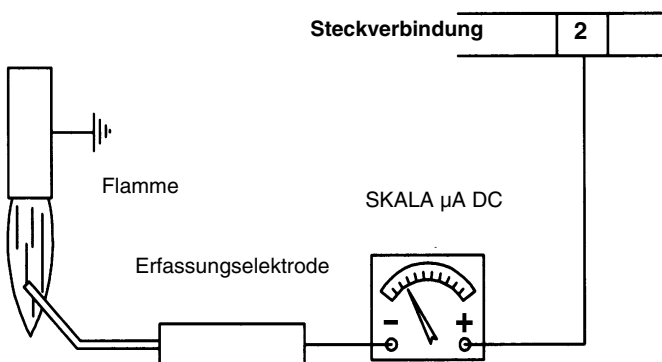
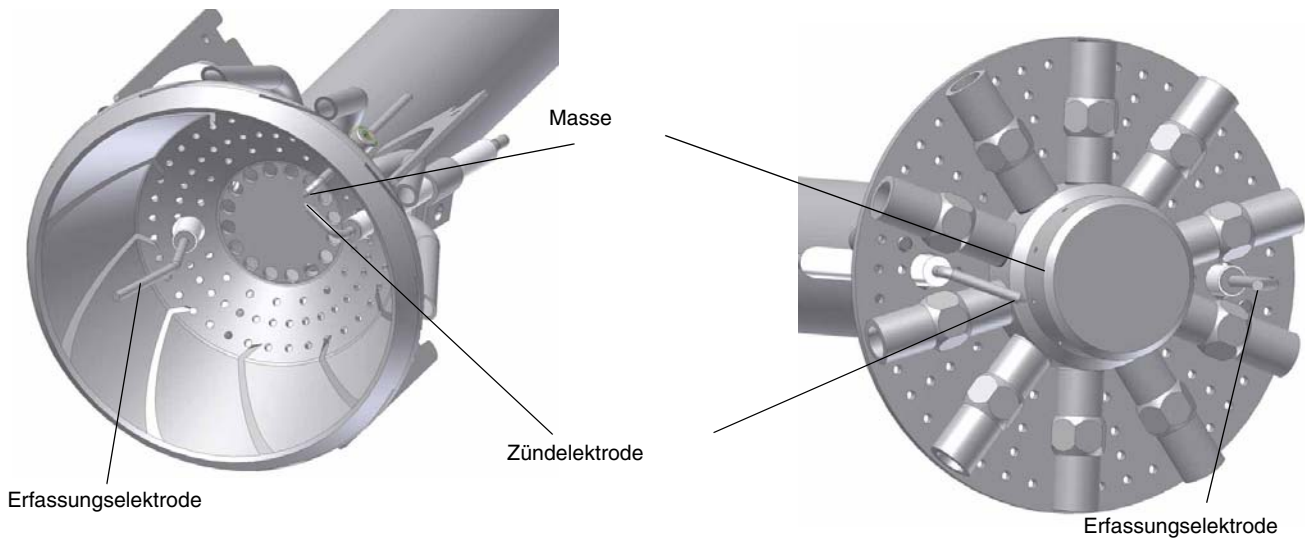

Fig. 61
Fig. 62
- Untersuchung der Zünd- und Erfassungselektrode, Reinigung, gegebenenfalls Einstellung und falls erforderlich Ersetzung (siehe Fig. 62). Überprüfen Sie im Zweifelsfall die Erfassungsschaltung nach der Wiederinbetriebnahme des Brenners und befolgen Sie dabei das Schema auf Fig. 61.
Führen Sie die folgenden Kontrolle aus, falls der Brenner blockiert. Beachten Sie bei der Messung des Erfassungssignals das Schema auf Fig. 61. Überprüfen Sie die Position der Erfassungselektrode, die elektrischen Kontakte und ersetzen Sie gegebenenfalls die Erfassungselektrode, falls das Signal unter dem angegebenen Wert liegt.
Stellen Sie sicher, dass der Abstand zwischen Zünd- und Masseelektrode max. 4÷5 mm beträgt. (siehe Fig. 62).